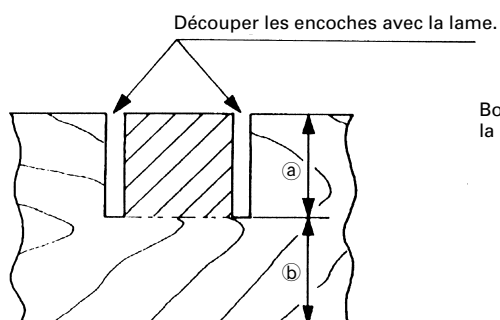

Fig. 41
Les encoches dans les pièces se découpent comme indiqué à la Fig. 41 en réglant le boulon de réglage de la profondeur de 6mm.
- (1) Abaisser la tête du moteur et tourner le boulon de réglage de la profondeur de 6 mm à la main (où la tête du boulon de réglage de la profondeur de 6 mm touche la charnière).
- (2) Régler la profondeur de coupe voulue en réglant la distance entre la lame et la surface du socle (voir b à la Fig. 41).
- (3) Quand le réglage est terminé, bien resserrer l'écrou à oreilles de 8mm.